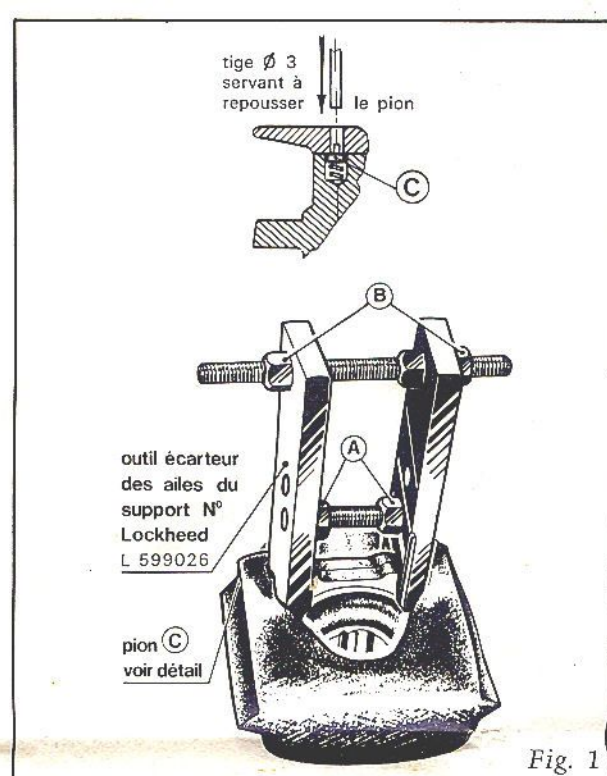

Fig. 1
A l'aide de l'outil, écarter les deux ailes du support (*fig. 1*).
- Positionner l'outil comme il est indiqué sur la figure 1.
- Avec une tige $\varnothing 3$ mm, enfoncer le pion C d'arrêt (fig. 1) et faire glisser le cylindre hors des ailes du support.